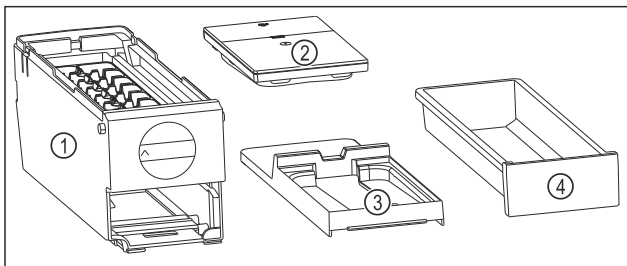

Fig. 78 Części dla EasyTwist-Ice
- ▷ EasyTwist-Ice jest rozłożony na cztery części. (patrz Fig. 78)
- ▶ Należy demontować EasyTwist-Ice wyłącznie na przedstawione części. (patrz Fig. 78)
- ▶ Czyścić korpus EasyTwist-Ice Fig. 78 (1) w całości.